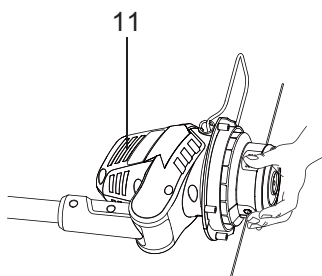

Fig.26
- > Pressione ao mesmo tempo as abas de fecho (17) na cabeça do aparador (Fig.26).